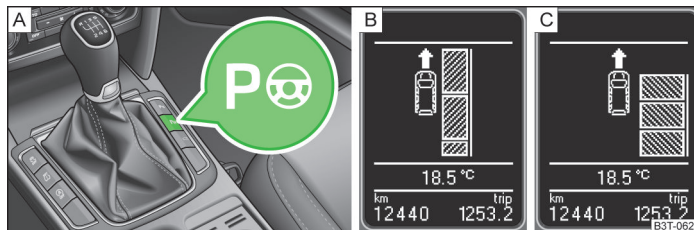

Fig. 133 Tecla de sistema / indicador de pantalla
Con el sistema activado, se enciende en la tecla el testigo de control  » fig. 133 de la página 164 - A.
- Pulsar **un vez** la tecla de símbolo P_{R} » fig. 133.
En la pantalla se muestra lo siguiente » fig. 133 - [B].
- Pulsar **dos veces** la tecla de símbolo P_{R} » fig. 133.
En la pantalla se muestra lo siguiente » fig. 133 - [C].
- Pulsar **un vez** la tecla de símbolo  » fig. 133 de la página 164.